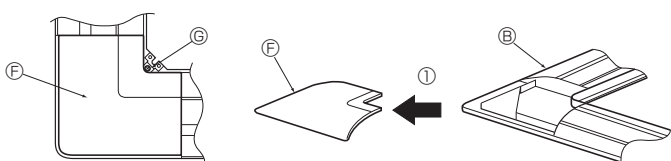

Fig. 8-4
8.2.2. Demontering av hörnpanel (Fig. 8-4)
- Demontera skruven från hörnet på hörnpanelen. Skjut hörnpanelen som visas med pilen ① för att ta bort hörnpanelen.